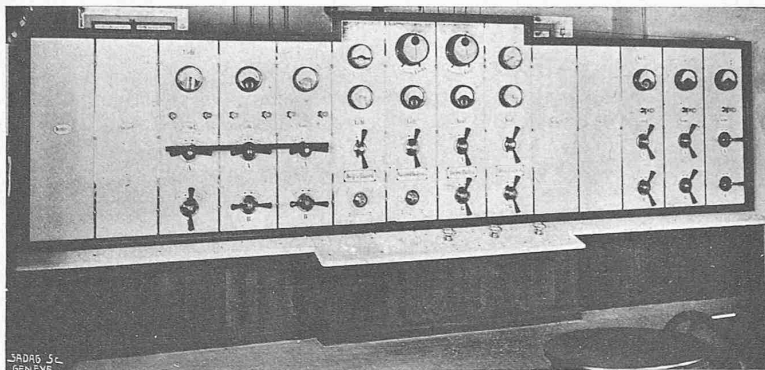

Fig. 40. Ansicht des Schaltbretts.
**Schaltanordnung und Schaltbrett.** Aus schon oben angeführten Gründen wurden Licht- und Kraftleitungen völlig getrennt, erstere nach dem Einphasensystem, letztere nach dem Zweiphasensystem mit vier Drähten (unverkettet) ausgeführt. Die Phasenspannung beträgt 5000 Volt. Es sind indessen die Dynamos garantiert und geprüft für Verkettung der Phasen. Das Schaltbrett zeigt demnach (in der Ansicht Fig. 40) links die Schaltungen auf zwei Lichtsammelschienen, rechts solche für die vier Kraftsammelschienen. Jeder der Generatoren kann durch ein Schalterpaar (für die beiden Phasen) auf die Kraftsammelschienen, oder in einer beliebigen Phase auf die Lichtsammelschienen geschaltet werden, bei kombiniertem Betrieb auch beides zugleich. Da auf der Lichtseite nur je eine Phase zu gleicher Zeit arbeiten kann, werden zur Vermeidung irrthümlicher Schaltung der andern Phase die sämtlichen Maschinenschalter derselben jeweils durch eine Signalschiene verriegelt.